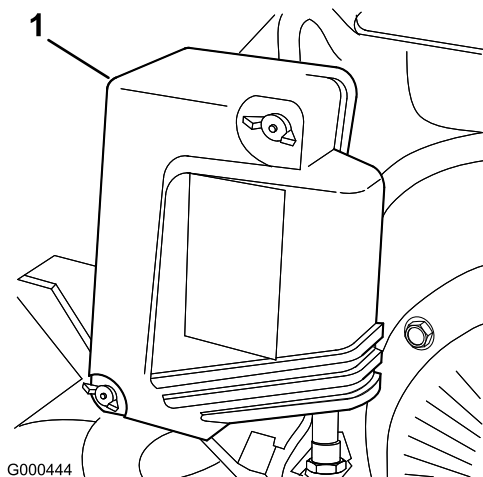

Figura 24
2. Togliete i dadi ad alette che fissano il coperchio del filtro dell'aria al filtro, togliete il coperchio, e pulitelo accuratamente (Figura 24).